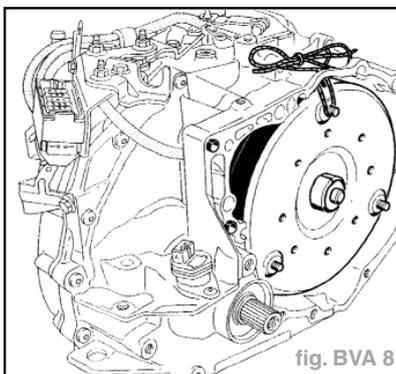

fig. BVA 8
- Attacher le convertisseur avec une ficelle (fig. BVA 8).